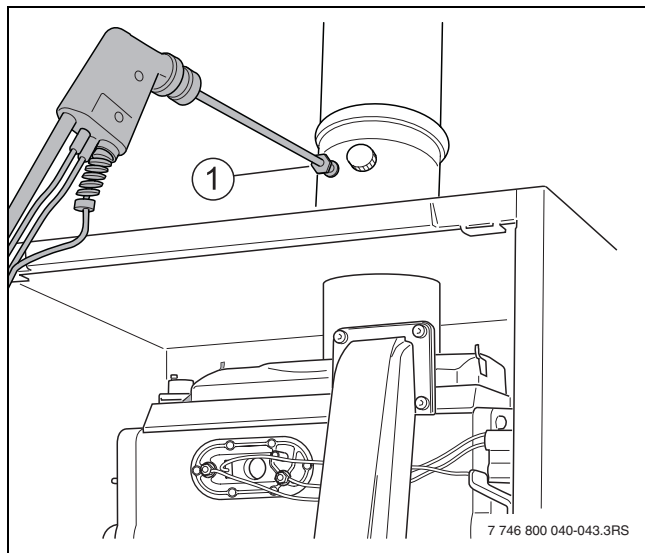

Fig. 44 Punto di misura per gas di scarico
- Misurare il tenore di CO nel punto di misurazione per gas combusti (→ fig. 44, [1]).